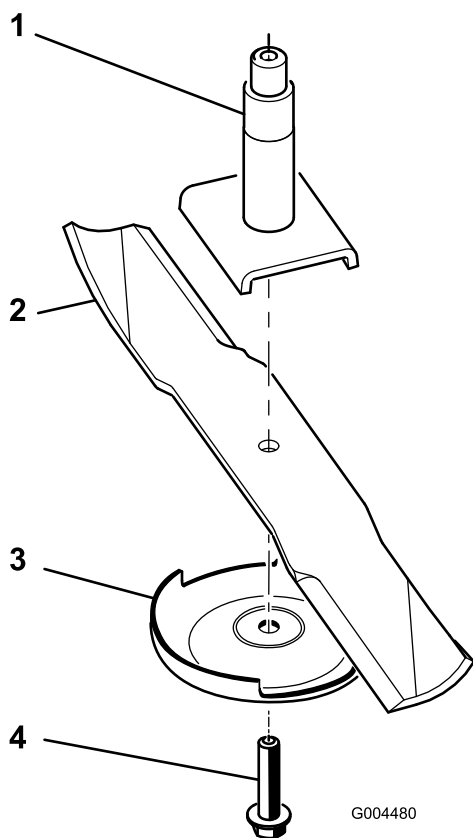

Figure 28
Remarque: Si la lame reste horizontale, elle est équilibrée et peut être utilisée. Si la lame est déséquilibrée, limez un peu l'extrémité de l'ailette seulement (Figure 28). Répétez la procédure jusqu'à ce que la lame soit équilibrée.
2. Enlevez le boulon, la plaque anti-scalp et la lame de l'axe de pivot (Figure 28).
1. Placez la lame sur l'axe (Figure 28).
2. Montez la plaque anti-scalp et le boulon de lame (Figure 28).